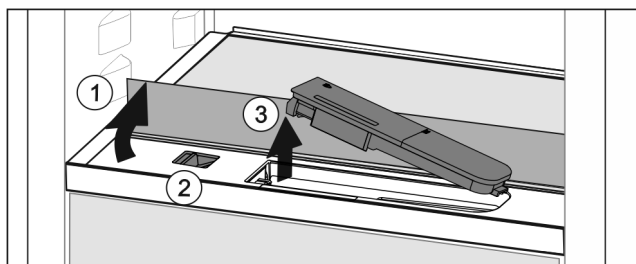

Fig. 35
- ▶ Glasplaat heffen en tot de aanslag naar achter klappen (zie Fig. 35 (1)).
- ▶ Schuif Fig. 35 (2) naar links schuiven.
- ▶ Waterreservoir eruit halen Fig. 35 (3).